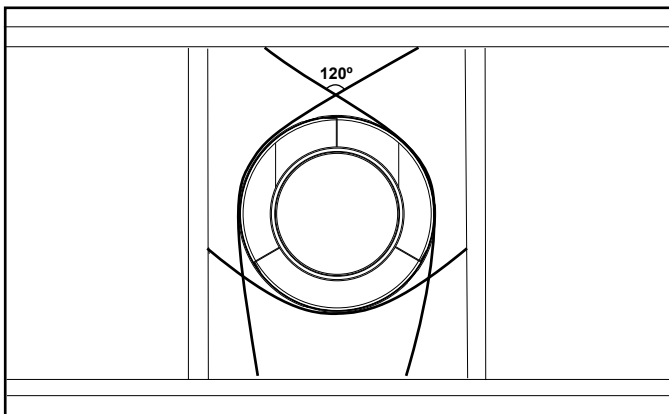

Figure 7.8 Fixation des sections verticales du conduit
- Des supports de conduit ou des bandes de suspension (espacés de 120°) peuvent être utilisés à cette fin. Voir les figures 7.8 et 7.9.
Remarque : Les figures 7.8 et 7.9 ne doivent être utilisées qu'à titre de référence. La méthode d'installation des bandes de suspension peut varier selon la configuration du système de ventilation.